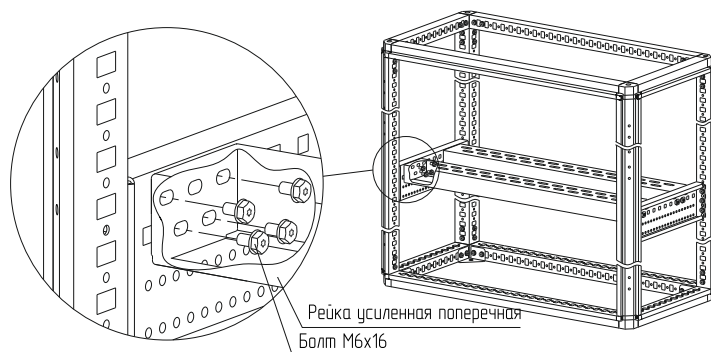

Рисунок 39
4.21.3 Установите рейку усиленную поперечную между реек усиленных боковых и закрепите болтами М6х16 (рисунок 39).